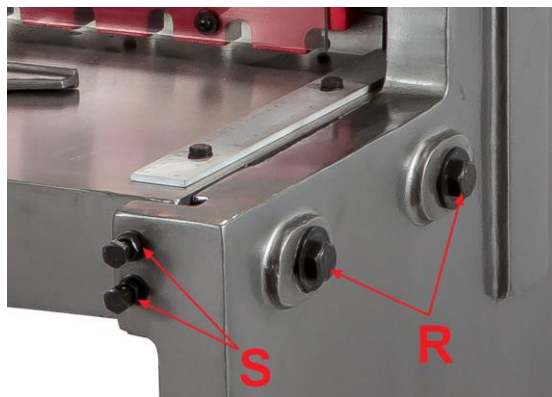

Рис.5
2. Ослабьте шестигранные гайки и болты (S, Рис.5). При незатянутых винтах все четыре угла стола должны располагаться под прямым углом к правой и левой боковой панели. При необходимости подложите прокладки под ножки станка.
Если гильотина не режет бумагу: Передвиньте нижний нож по направлению к верхнему. Немного ослабьте болты (R, Рис.5) и шестигранные гайки и поверните болты (S, Рис.5) для перемещения нижнего ножа к верхнему. Расстояние между верхним и нижним ножами должно составлять от 0,002 до 0,005 дюйма. Ножи **НЕ** должны перекрываться. Повторите тест с разрезом бумаги. Когда резка вас устроит, затяните шестигранные гайки (S, Рис 5) и болты (R, Рис. 5).